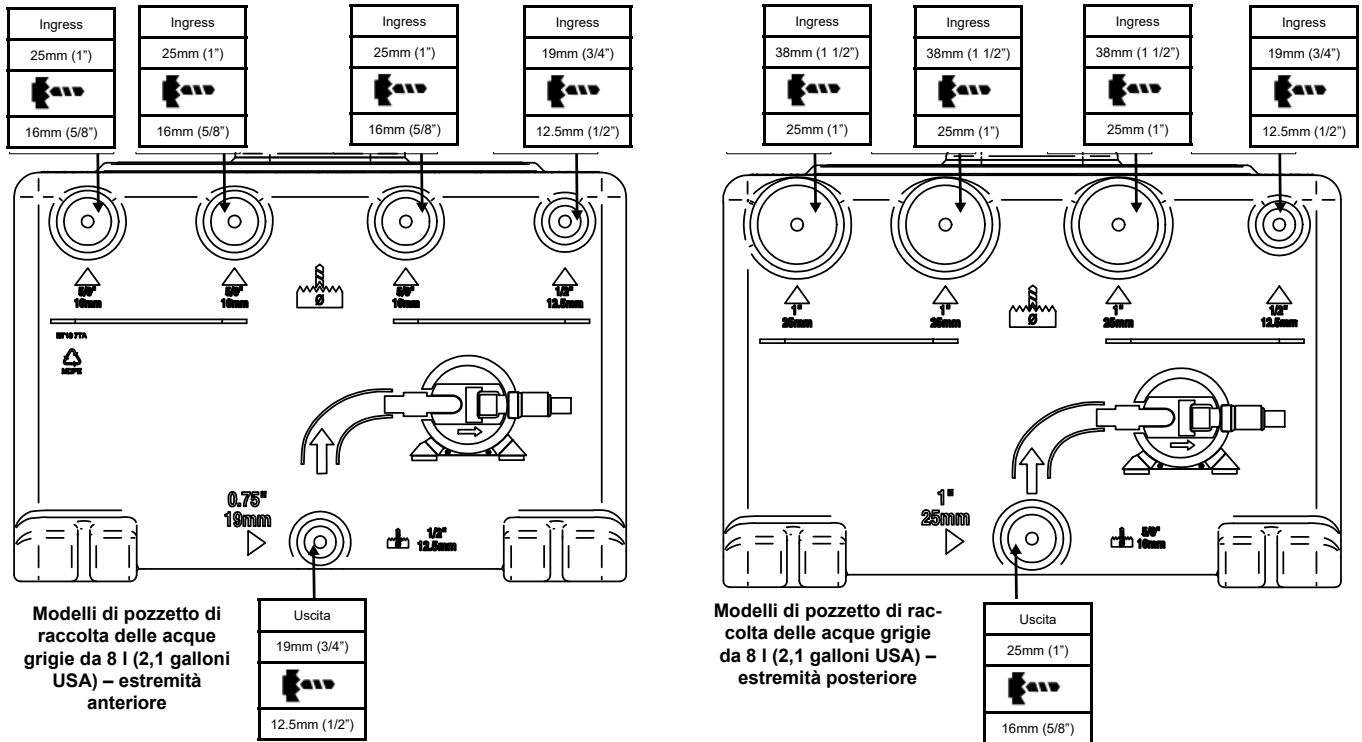
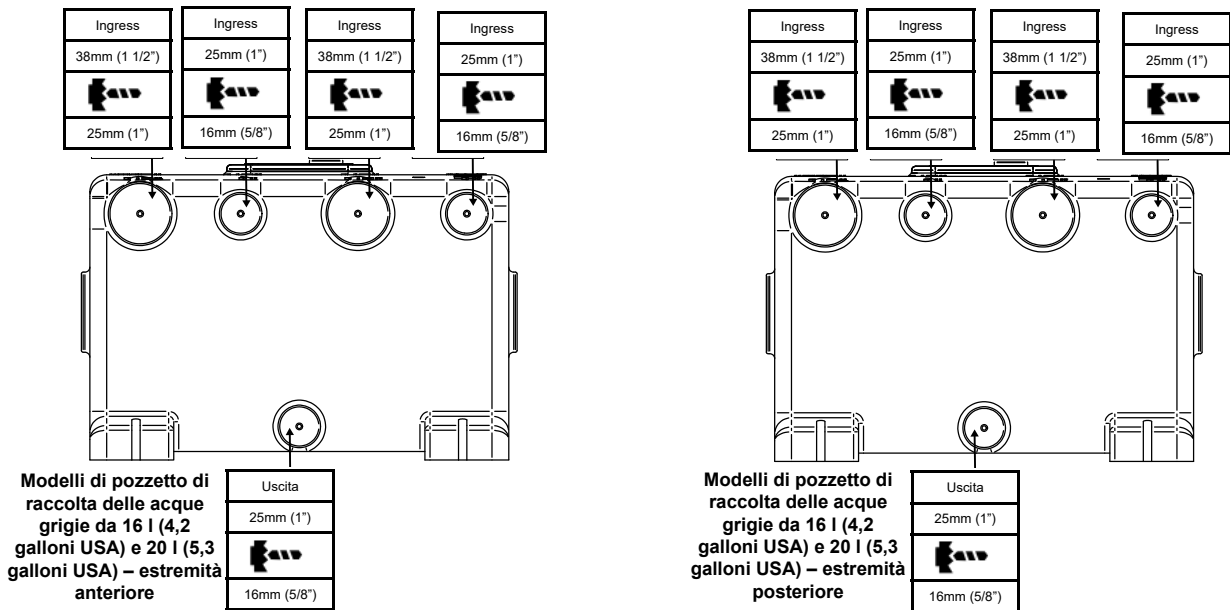

Figura 3 – Misure delle aperture e diametri di foratura raccomandati per i modelli di pozzetto di raccolta delle acque grigie da 8 l (2,1 galloni USA)
Figura 4 – Misure delle aperture e diametri di foratura raccomandati per i modelli di pozzetto di raccolta da 16 l (4,2 galloni USA) e 20 l (5,3 galloni USA)
| 3. Per l'installatore & per l'utilizzatore | Figura 3      | Misure delle aperture e diametri di foratura raccomandati per i modelli di pozzetto di raccolta delle acque grigie da 8 l (2,1 galloni USA)                           |
| 6. Elenco di pezzi                         | Figura 4      | Misure delle aperture e diametri di foratura raccomandati per i modelli di pozzetto di raccolta delle acque grigie da 16 l (4,2 galloni USA) e 20 l (5,3 galloni USA) |
**Passo 1:** Praticare solo i fori per le aperture da usare nell'installazione. Le misure delle aperture e i diametri dei fori sono illustrati nella figura 3 per i modelli di pozzetto di raccolta da 8 l (2,1 galloni USA) e nella figura 4 per i modelli di pozzetto di raccolta da 16 l (4,2 galloni USA) e 20 l (5,3 galloni USA). Accertare che gli sfriodi siano completamente rimossi dall'interno del pozzetto di raccolta dopo la foratura.